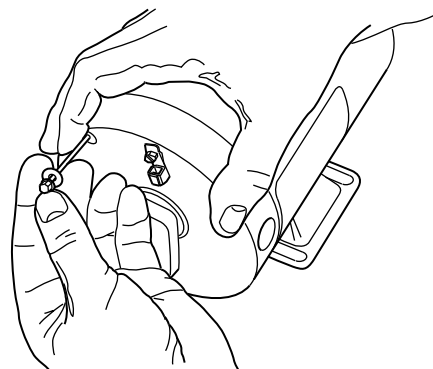
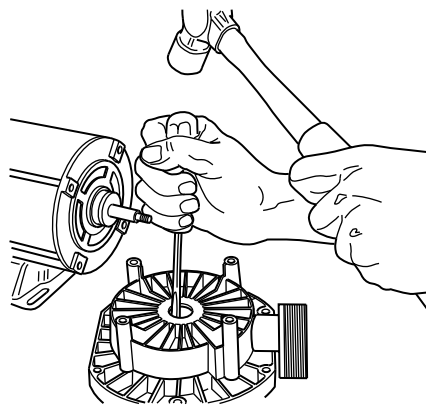

Figure 3
Figure 4
6. Prudemment, déposer les quatre boulons traversants du moteur de la plaque d'étanchéité (voir la Figure 3); déposer la plaque d'étanchéité et, à l'aide d'un tournevis, chasser le siège en céramique en tapant dessus à l'arrière (voir la Figure 4). Ne pas endommager la cavité de la bague d'étanchéité dans la plaque d'étanchéité.